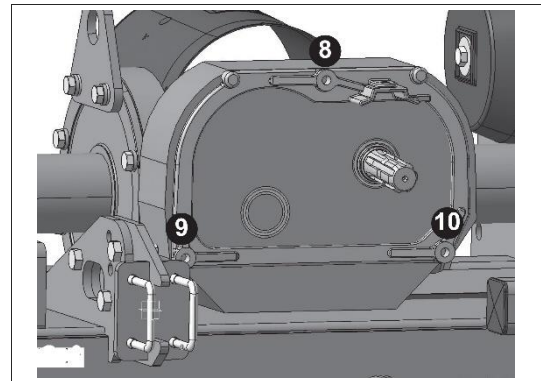

図 40
- 5) 3つの固定ネジ(8、9、10、図 40)を外して、ギアボックスの背面カバーを開いてください。